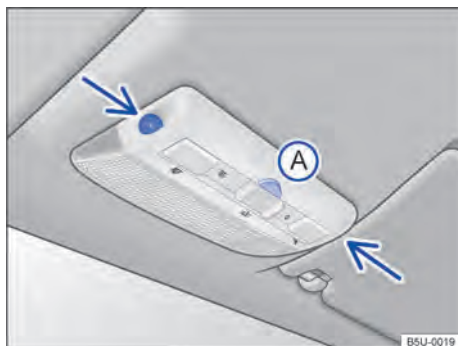
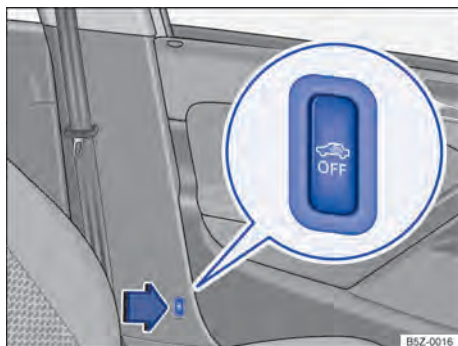

Fig. 47 No console do teto: sensores de monitoramento do interior do veículo e tecla (A) para desligar o monitoramento do interior do veículo.
Fig. 48 Ao lado do banco do condutor: botão para desligar o monitoramento do interior do veículo.
O monitoramento do interior do veículo dispara o alarme com o veículo travado e o sistema de alarme antifurto ligado, se reconhecer movimentos no interior do veículo. O sensor e o receptor estão localizados no conjunto da lanterna de leitura → Fig. 47 (setas).
- Pressionar o botão → Fig. 47  ou → Fig. 48  por 2 segundos. No painel de instrumentos a luz de controle  se acende.